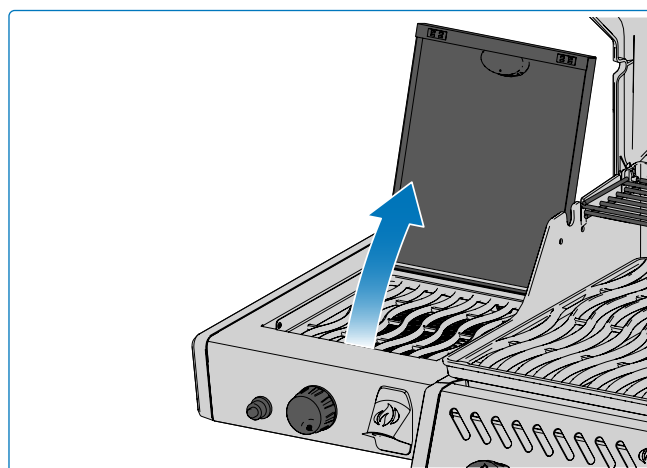

Fig. 10
1. Aprire il coperchio del bruciatore (**Fig. 10**).